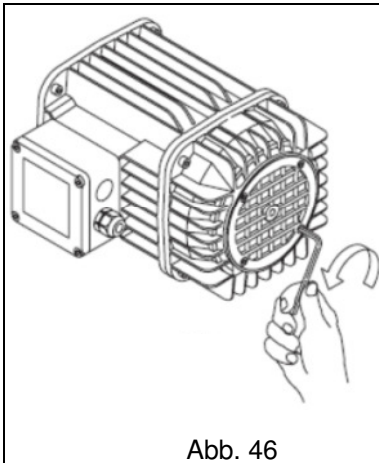

Abb. 46
3. Bei der Arbeit in der Höhe das Kunststoffgitter (Gebläse) durch komplettes Lösen der vier Schrauben abnehmen (Abb. 46);